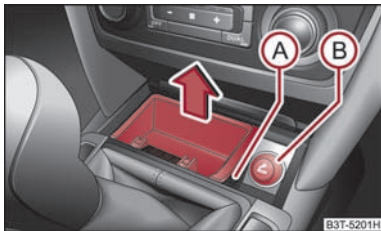
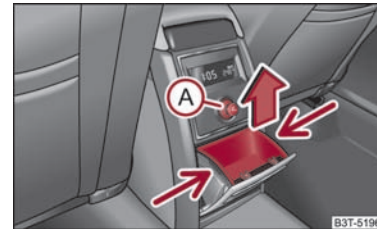

Abb. 102 Mittelkonsole: Aschenbecher vorn
Abb. 103 Mittelkonsole: Aschenbecher hinten
- Fassen Sie den Einsatz des Aschenbeckers an der Stelle (A) ⇒ Abb. 102 und nehmen Sie ihn in Pfeilrichtung heraus.
- Fassen Sie den Einsatz an den mit Pfeilen gekennzeichneten Stellen ⇒ Abb. 103 an und nehmen Sie es heraus.
- Drücken Sie den Anzünderknopf **(A)** ⇒ Abb. 103 oder **(B)** ⇒ Abb. 102.